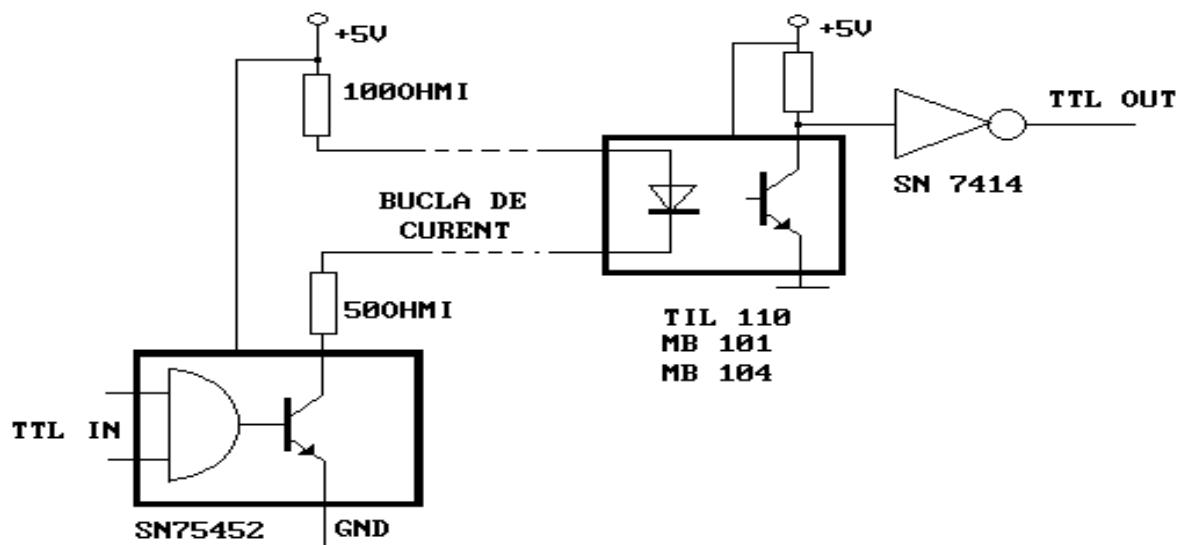

Figura 3.4.
Cu o buclă de curent nivelele de tensiune sunt convertite în curenți într-o buclă închisă. Circuitele au în acest caz o impedanță mică, ceea ce este favorabil d.p.d.v. CEM. De asemenea este favorabilă izolarea galvanică între sisteme prin intermediul optocuploarelor. Un circuit care permite rate de transfer până la 50 Kbit/s până la 1000m este dat în figura 3.4.
-pentru transferul în buclă de curent se couplează dispozitivul de transfer la interfața serială (conectorul de 25 pini) și se lansează teste de linie serială din CHECKIT. Se simulează liniile de transmisie cu rezistențe (2-50ohmi) și se verifică transferul. Se vizualizează semnalele în punctele principale. Se notează rezistența liniei de la care transferul nu mai este posibil Dispozitivul de transfer mai conține în plus față de schema din figura 3.4. un circuit de conversie RS232-TTL la emisie și un convertor TTL-RS232 la recepție.